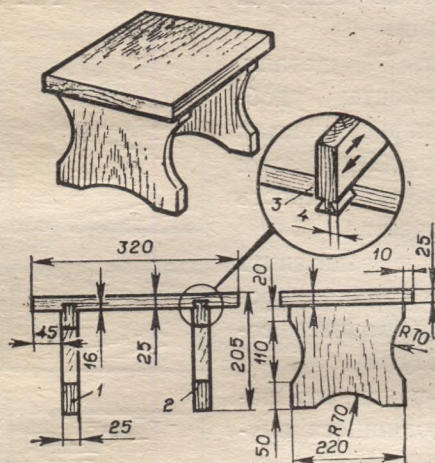

Рис. 39. Скамейка.
1. Выполнить заготовки для сиденья и ножек скамейки (рис. 39). Заготовка может быть цельной или клееной.